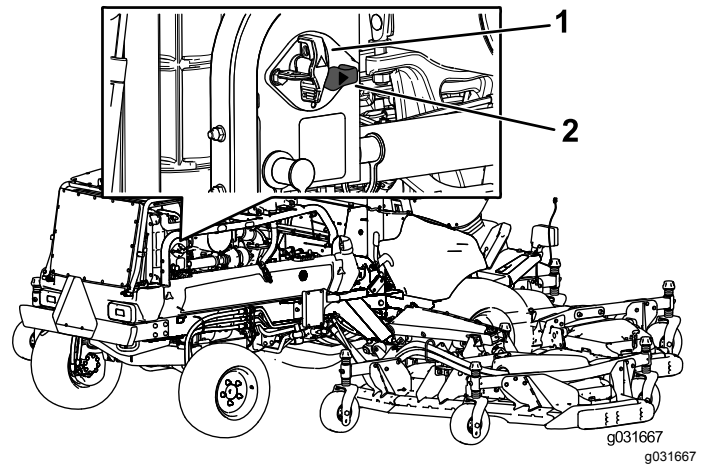

Bild 63
- Drehen Sie den Trennschalter der Batterie nach rechts in die EIN-Stellung, um die Maschine mit Strom zu versorgen (**Bild 63**).
- Drehen Sie den Trennschalter der Batterie nach links in die AUS-Stellung, um die Stromzufuhr zur Maschine zu unterbrechen (**Bild 63**).